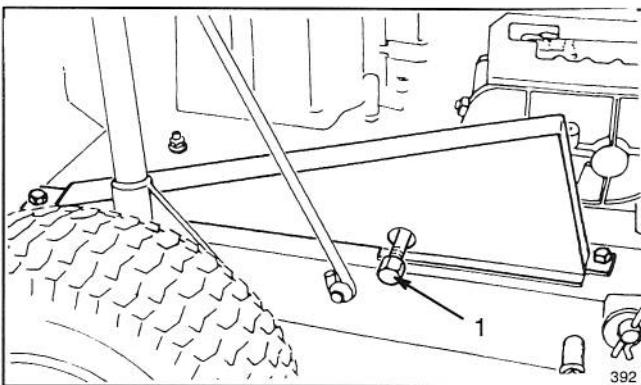

Abbildung 10
5. Den Ablaßstopfen entfernen (Abb. 10).